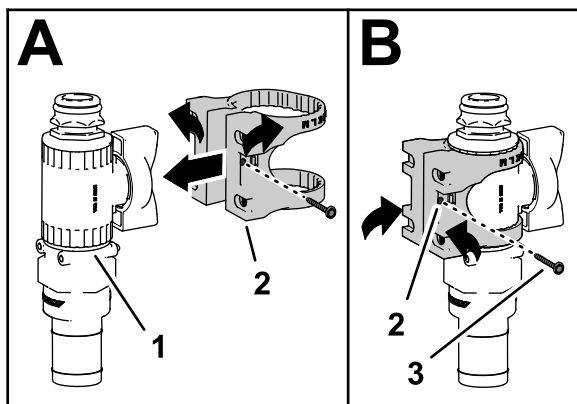

图 27
5. 如图 27中的 A 所示将阀安装座装到控制阀上。
6. 用凸缘头螺丝6号将阀安装座固定至控制阀然后用手拧紧螺丝图 27中的 B。